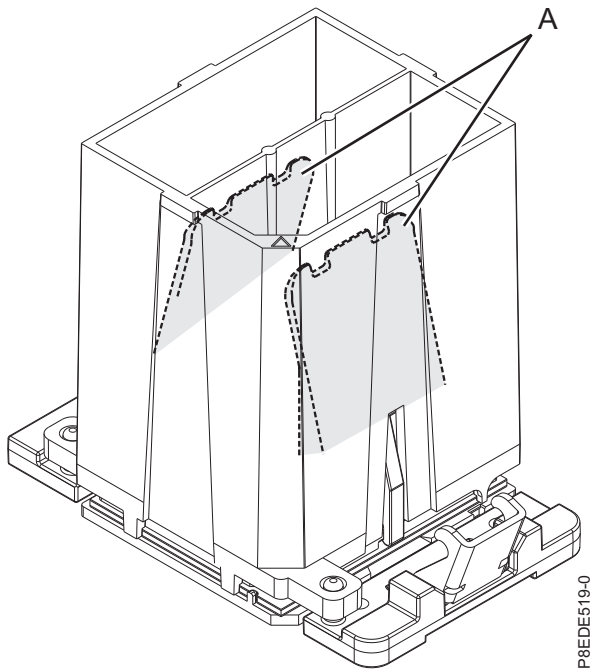

Figure 14. Retrait de l'outil du module processeur système
- c. Une fois que les trous et les broches de guidage de l'outil et du module processeur système sont correctement alignés, appuyez sur les deux pattes de déverrouillage de couleur bleue (A) et maintenez cette pression jusqu'à ce qu'une butée soit atteinte, comme illustré dans la figure 14, à la page 16. Ensuite, soulevez l'outil hors du module processeur système.